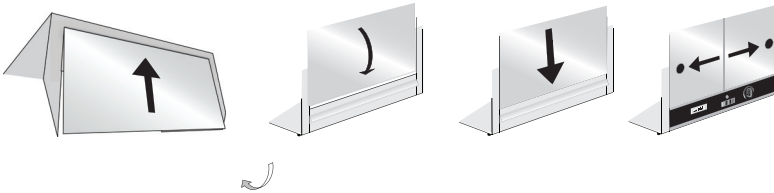

Fig. 1
2. Sollevare il pannello display in vetro e inserirlo con una certa angolazione nella guida superiore sul retro dell'unità **[Fig. 1]**.